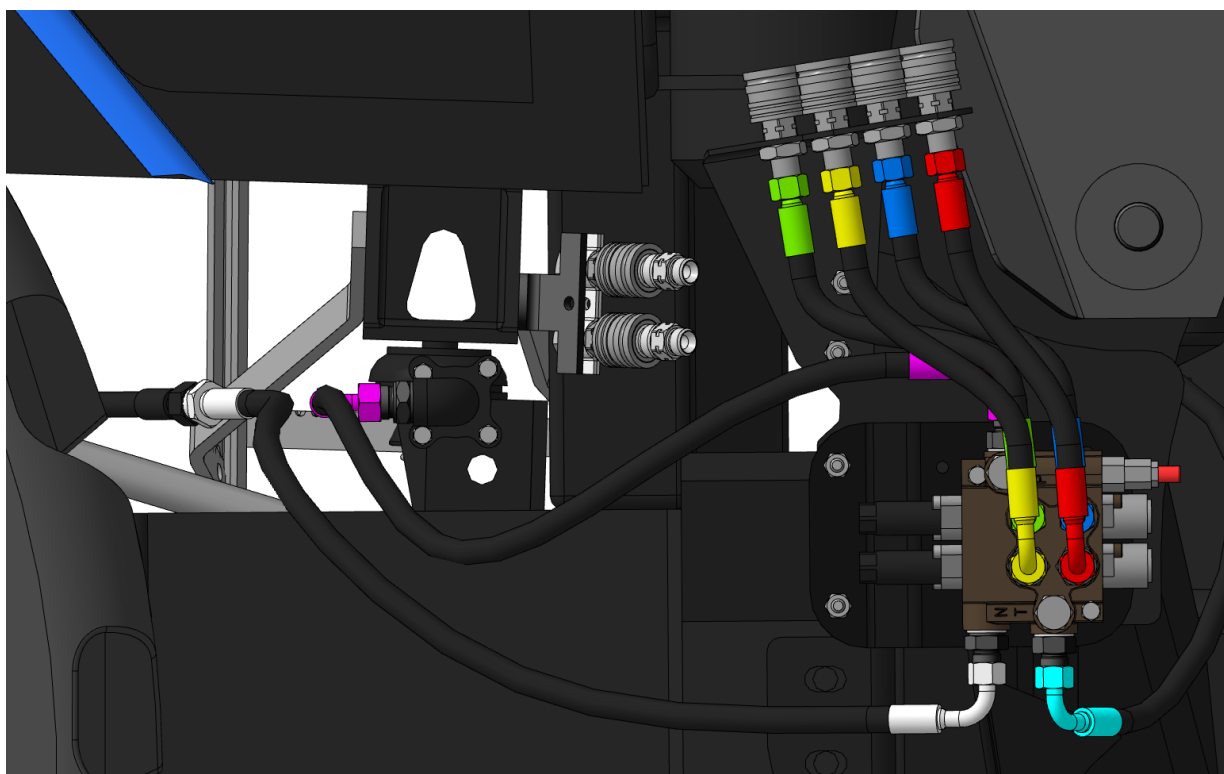

Рисунок 2.13
2.3.1.3 Подсоединить напорный РВД, ранее установленный на порт Р гидрораспределителя, угловым концом с гайкой М24х1,5 к выходу насоса НШ-32 гидронавесной системы трактора (рис. 2.13).